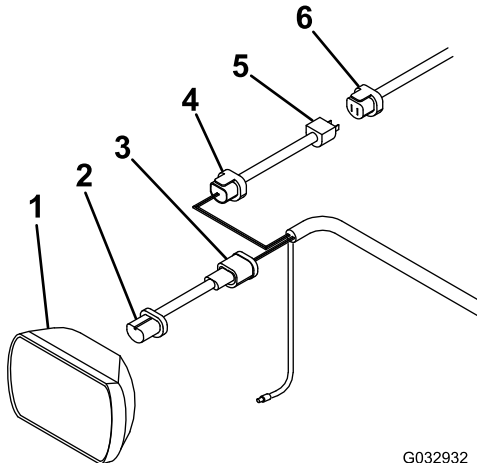

Figura 23
1. Desconecte el conector de arnés de cables de la parte trasera del faro izquierdo del vehículo (Figura 23).
2. Conecte al adaptador del faro a la parte trasera del faro izquierdo del vehículo (Figura 23).
3. Conecte el conector negro del adaptador del faro al arnés de cables largo (Figura 23).
4. Conecte el conector azul del adaptador del faro al conector azul del arnés de cables largo (Figura 23).
5. Conecte el extremo libre del adaptador del faro al conector que se desconectó anteriormente del arnés de cables del vehículo (Figura 23).